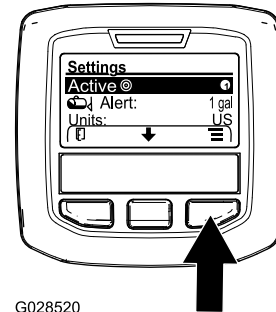

Figure 69
2. Appuyez sur le bouton de sélection central pour mettre en surbrillance le débit d'application actif (Figure 69).
3. Appuyez sur le bouton de sélection droit pour alterner entre les débits d'application 1 et 2 (Figure 69).